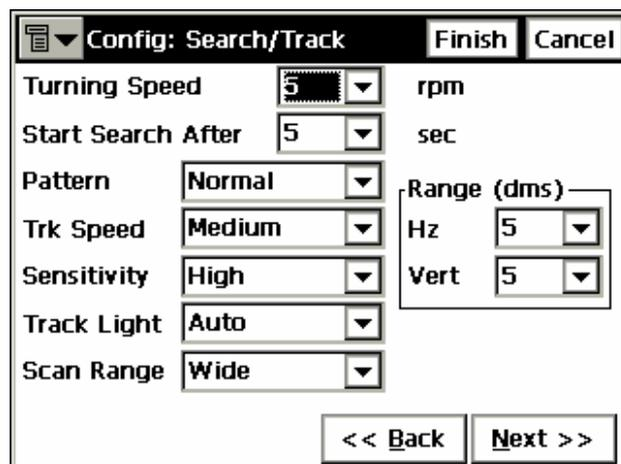

Рисунок 3-52. Настройка: Поиск/Слежение
8. В случае, если Вы выполняете роботизированную съемку, задайте параметры автоматического поиска: пределы, в которых следует искать призму (предельный вертикальный и горизонтальный углы), схема поиска, скорость слежения, чувствительность, промежуток времени между потерей сигнала и началом нового поиска, скорость поворота (в оборотах в минуту) и область сканирования (ширина полосы сигнала), затем нажмите **Next (След)** (рис. 3-52).